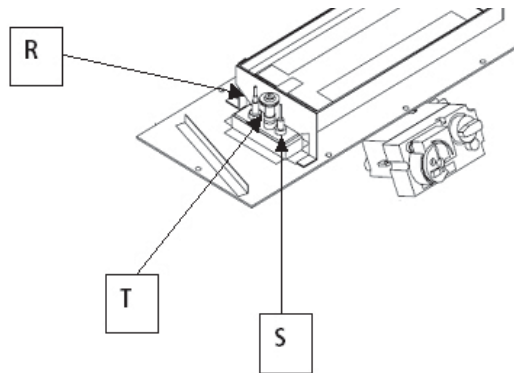

Abb. 2.13 Brenneinheit
Die Einstellschraube zum Einregulieren der Pilot- bzw. Zündflamme befindet sich unterhalb des Drehknopfes des Gasreglers für den manuellen Betrieb (s. Abb. 2.13).
(1) Eingangsdrukmessung (Versorgungsdruck bzw. Vordruck)
- b) Eingangsdrukmesspunkt öffnen durch Lösen der Verschlusschraube (s. Abb. 2.13)
(2) Ausgangsdruk (Brennerdruck)